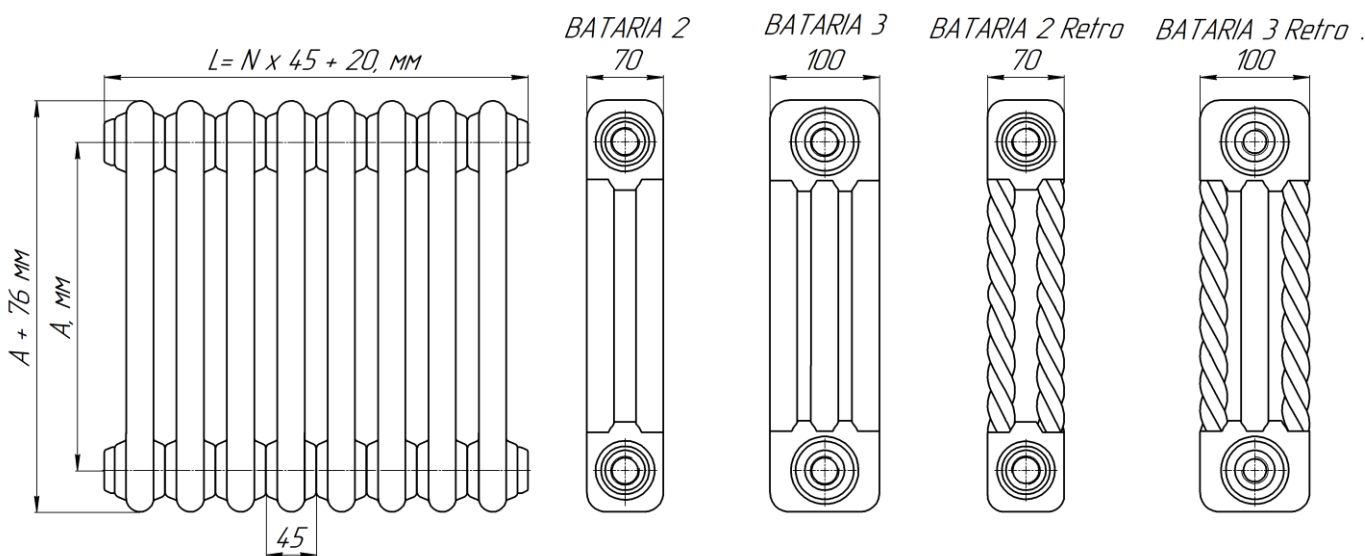

Рис. 1. Радиатор «BATARIA», где: А – межцентровый (монтажный) размер, мм; N – количество секций; L – габаритная длина, мм.
3.1. Основные размеры и параметры радиаторов приведены на Рис. 1 и в таблице.